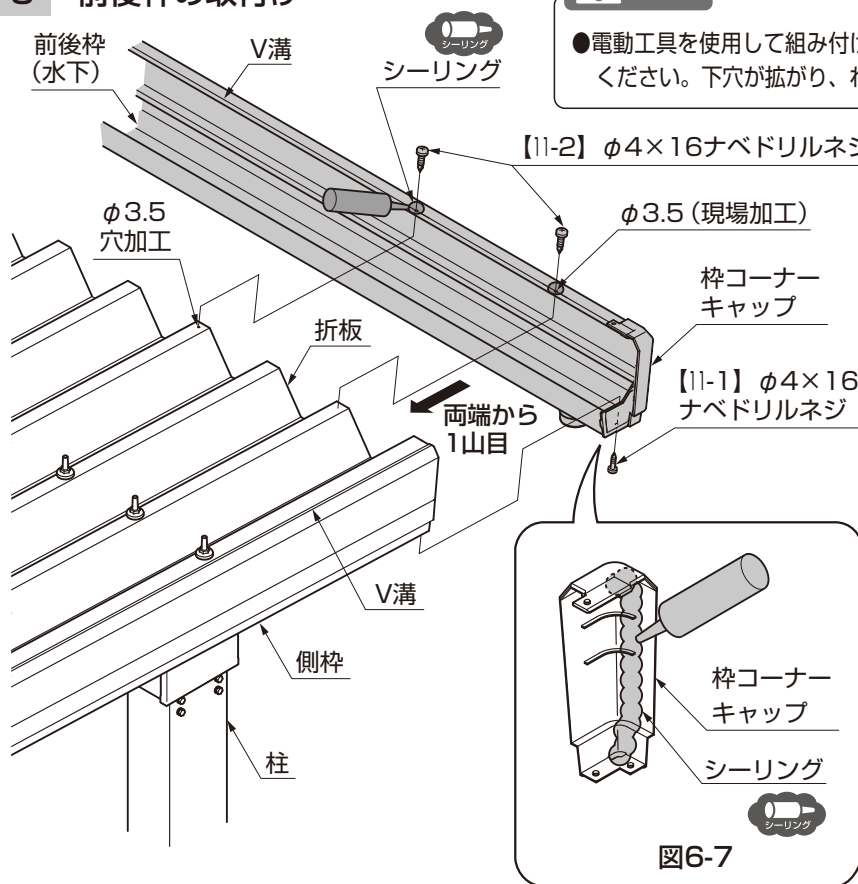

図6-7
- ① 枠コーナーキャップ内側にシーリングをしてください。(図6-7参照)
- ② 前後枠を側枠にV溝に合わせて【11-1】で取付けてください。
- ③ 前後枠の加工穴より折板にφ3.5の穴加工をし、前後枠を【11-2】で固定してください。
- ④ 折板の両端から1山目の位置にφ3.5の穴加工をし、前後枠と折板を【11-2】で固定してください。